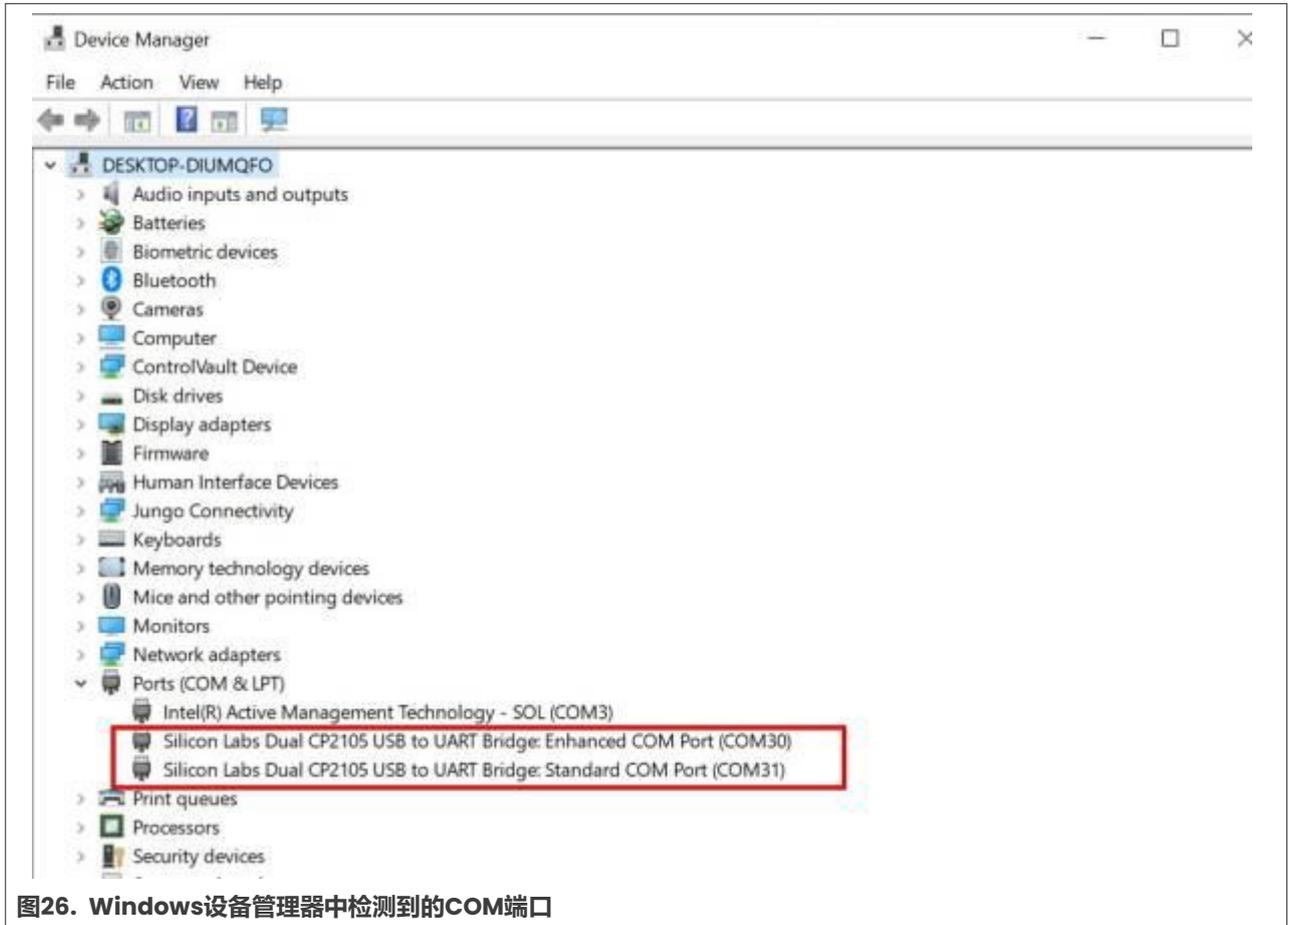

图26. Windows设备管理器中检测到的COM端口
3. 通过J1微型USB连接器将数字板连接到电脑，然后使用Windows设备管理器，检查能否正确检测到数字板的两个COM端口，如图26所示。增强型COM端口用于FreeMASTER通信，而标准COM端口用于打印调试消息。